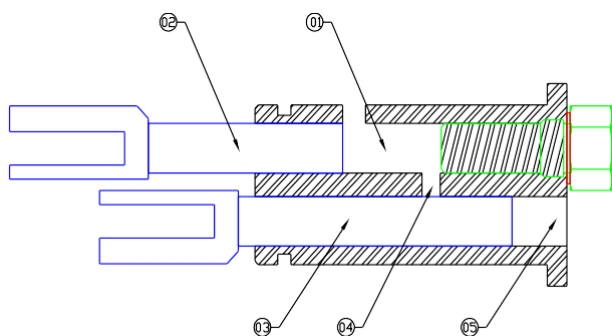
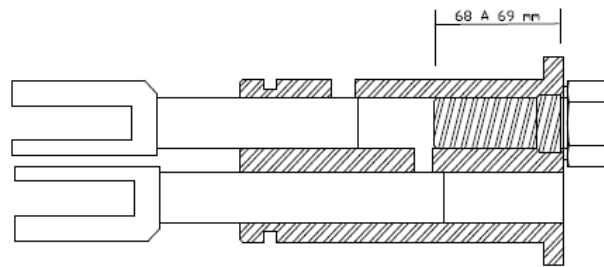

Fig. 1
Fig.11
- 1º O óleo do cárter deve ser drenado pelo plug (item 18 ou 15) a tampa traseira (item 17) retirada.
- 9º O corpo de cilindros e o cárter da bomba devem manter entre si uma posição relativa de bastante precisão. Com todos os componentes devidamente apertados, a extremidade do pistão mais curto, quando totalmente recuado pelo excêntrico, deve estar afastado de 68 a 69 mm da face externa da flange do corpo (fig. 11). Esta medida é facilmente verificada através do cilindro por meio de um paquímetro. Nesta posição, a extremidade do pistão deve ficar exatamente alinhada com a borda interna da abertura da passagem de saída (item 4- fig. 1). O maior ou menor afastamento do corpo é conseguido por meio de calços (item 25- fig. 9) com espessuras diferentes.